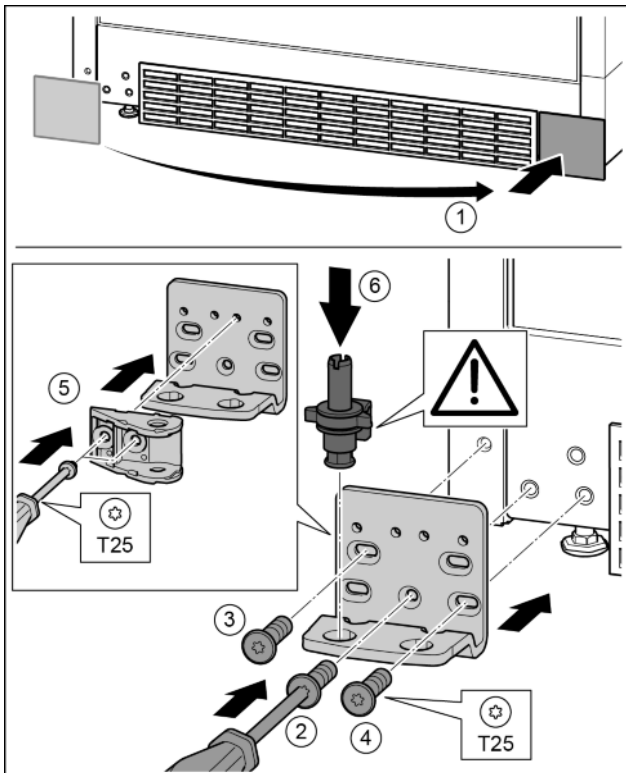

Fig. 29
- ▶ Снять крышку и поставить с другой стороны. Fig. 29 (1)
- ▶ Установить опорный кронштейн с другой стороны и при необходимости прикрутить с помощью отвертки. Начинать с винта 2 в центре. Fig. 29 (2)
- ▶ Затянуть винты 3 и 4. Fig. 29 (3, 4)
- ▶ Повернуть навеску двери на 180°. Прикрутить с другой стороны опорного кронштейна с помощью отвертки T25. Fig. 29 (5)
- ▶ Снова установить опорный палец в сборе. При этом следить за тем, чтобы выступ фиксатора был направлен назад. Fig. 29 (6)